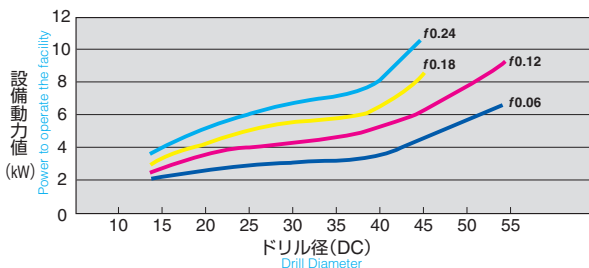

図 2 Fig. 2
- ・旋盤にて貫通加工を行う場合、貫通時に生成された円盤状の切りくず(図2)が飛散することがあります。設備にカバーのないものは、危険防止のためカバーなどを取り付けて下さい。
- ・ When cutting off the material with a lathe, discoid chips (Fig. 2) created during machining may scatter. If the machine is not equipped with a cover, please install a cover protection to prevent danger.